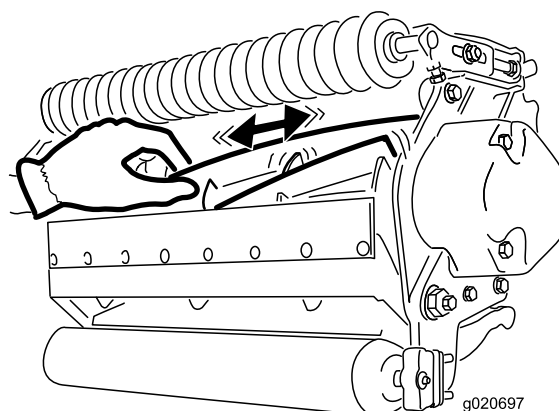

Рисунок 24
2. Используя ветошь или толстую стеганую перчатку, возьмитесь за нож барабана и попробуйте попеременно сдвигать узел барабана из стороны в сторону (Рисунок 24).